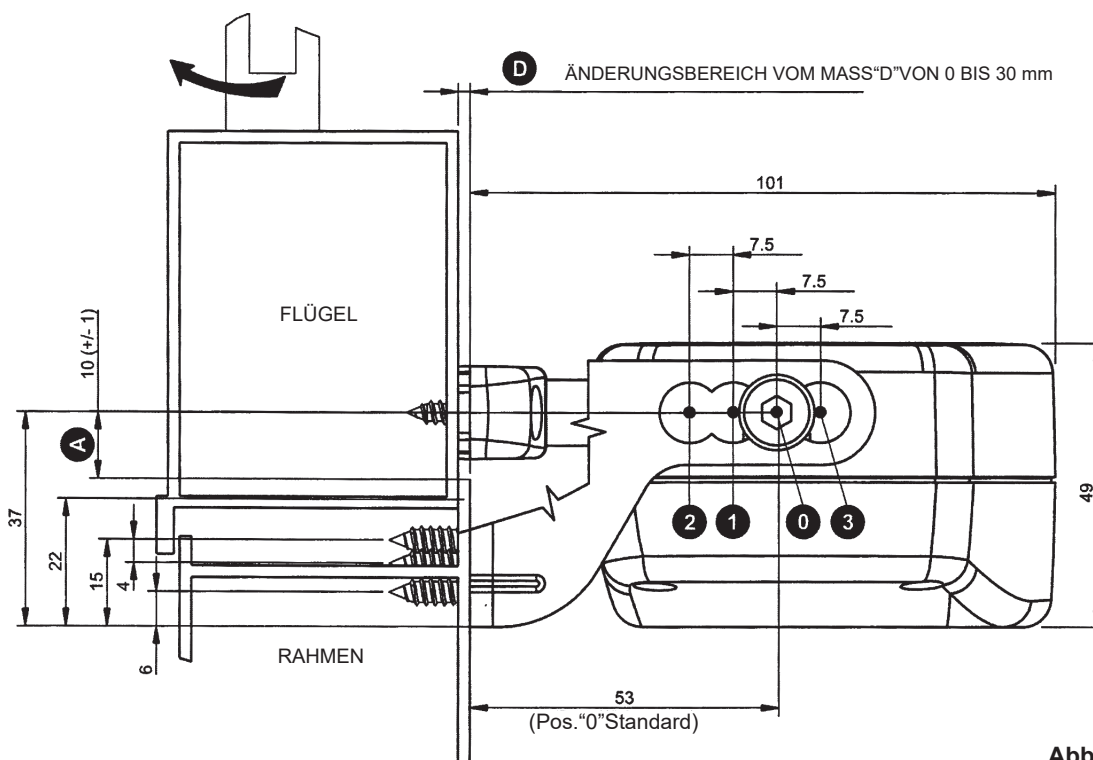
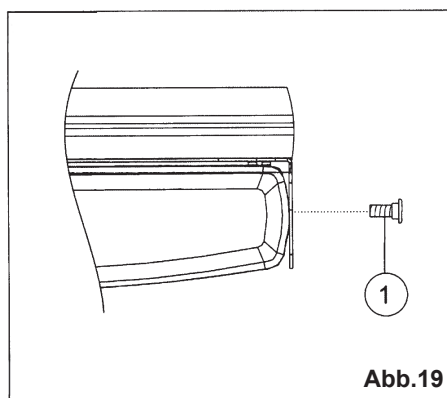
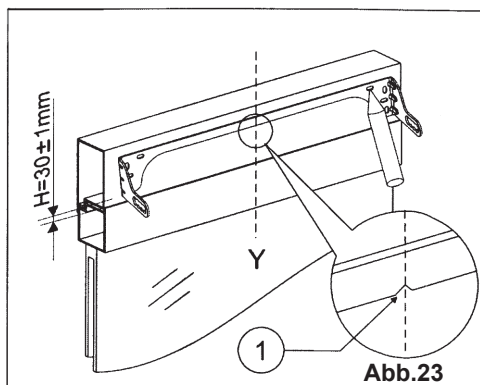

Abb.6a - Abmessungen in mm
Abb.19
Abb.23
- PRÜFEN, DASS DER ABSTAND "D" ZWISCHEN DEM FENSTERRAHMEN (WO DIE STELLANTRIEBMONTAGE VORGEGEHEN IST) UND DEM FENSTERFLÜGEL (WO DIE BEFESTIGUNG DES BÜGELS VORGEGEHEN IST) ZWISCHEN 0 mm UND 30 mm FÜR DIE KLAPPÖFFNUNG (SIEHE ABB. 6a) UND ZWISCHEN 0mm UND 22mm FÜR DIE KIPPÖFFNUNG (SIEHE ABB. 6b) EINGESCHLOSSEN IST.
- 10) **Abb. 19-** Mit den zwei gelieferten Schrauben (**Bez. 1**) den Stellantrieb am Bügel zur Befestigung am Fenster in der besten Stellung je nach dem Wert vom übersteigenden Teil D (**siehe Abb. 6a**) an montieren und die Kettenendstückregelungsschraube (**Abb. 23 - Bez. 3**) befestigen;
- 3) **Abb. 23-** Den Bügel zur Befestigung am Fenster nach der Mittellinie ausrichten und dabei den Mittellinieanzeiger (**Bez. 1**) als Bezug anwenden, der sich in der Mitte derselbe befindet; dann die Bohrungspunkte am Rahmen markieren;